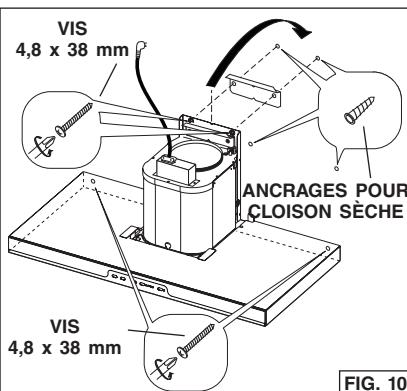

FIG. 10
- Installez la hotte sur le support de montage mural. Vérifiez que la hotte est parallèle au sol. Fig. 10.